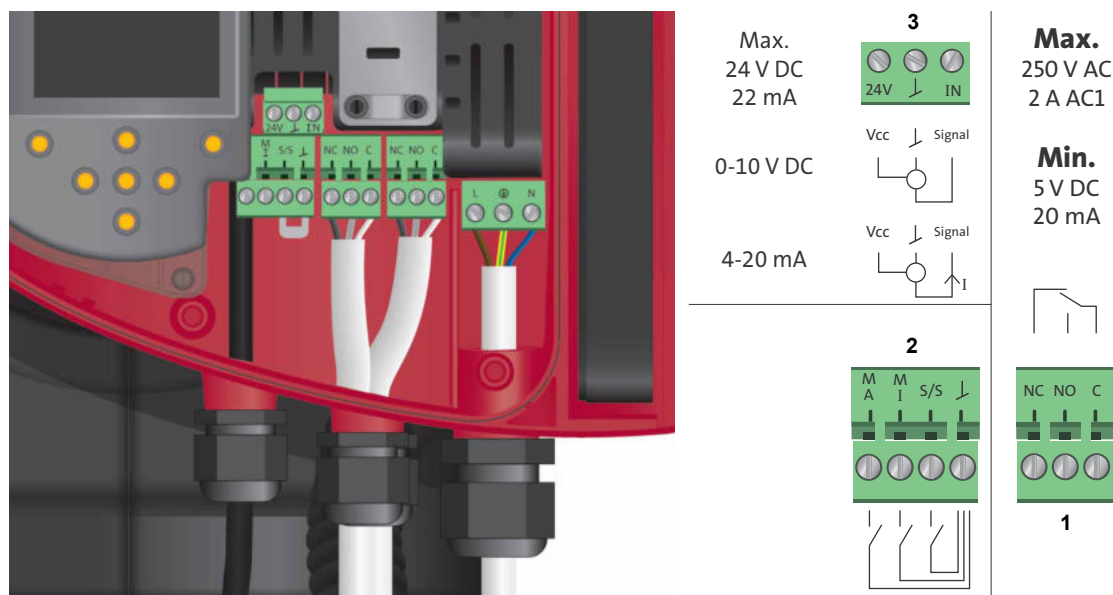

Fig. 10 Kopplingsschema
Se fig. 10, pos. 1.
Se fig. 10, pos. 2.
Se fig. 10, pos. 3.